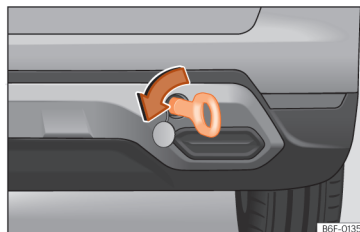

Fig. 47 No lado direito do para-choques traseiro: argola de reboque enroscada.
- Enrosque a argola de reboque no alojamento girando-a ao máximo **no sentido contrário ao dos ponteiros do relógio** »» Fig. 47»» ❶. Utilize um objeto adequado com o qual possa enroscar completa e firmemente a argola de reboque no seu alojamento.
❶ CUIDADO